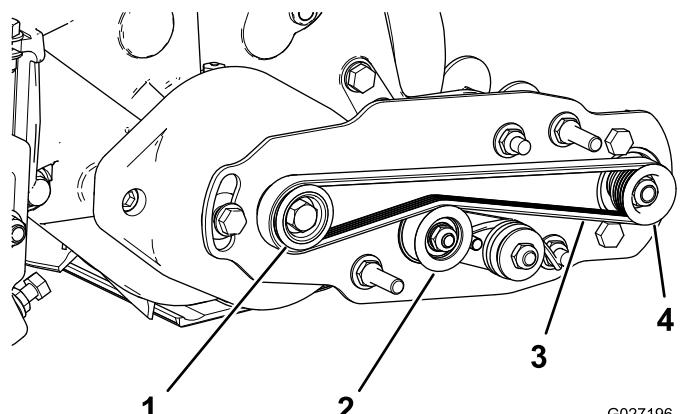

図 14
- 駆動プーリにベルトを掛け、次に、アイドラー プーリの上部に掛ける図 14。